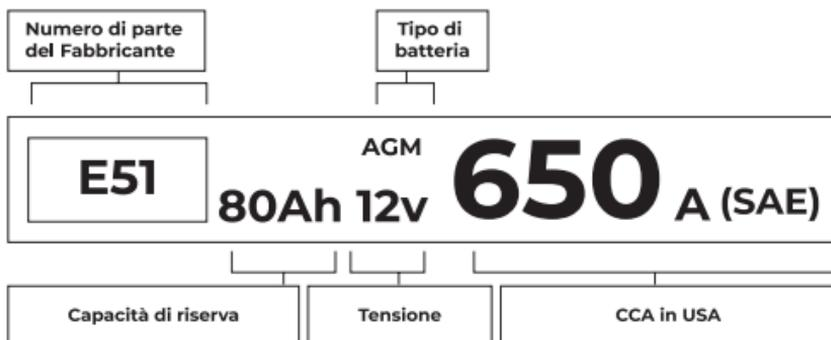

Figura 4.1.3
**Usiamo la figura 4.1.3 come esempio:**